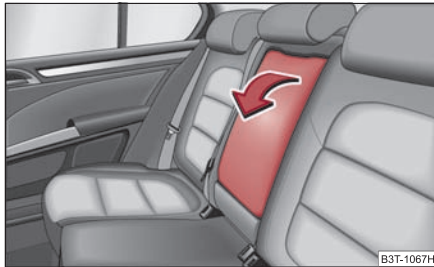

Fig. 86 Sièges AR: Accoudoir
- Pour plus de confort, les accoudoirs peuvent être abaissés ⇒ fig. 86. ■